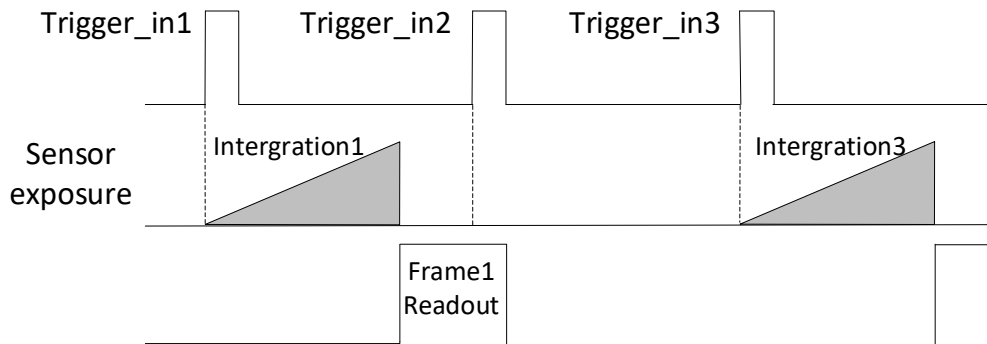

图4-11 第 2 帧被过滤时序
- 不启用触发缓存使能：第 2 个触发信号直接被过滤，不做处理，如图 4-11 所示；